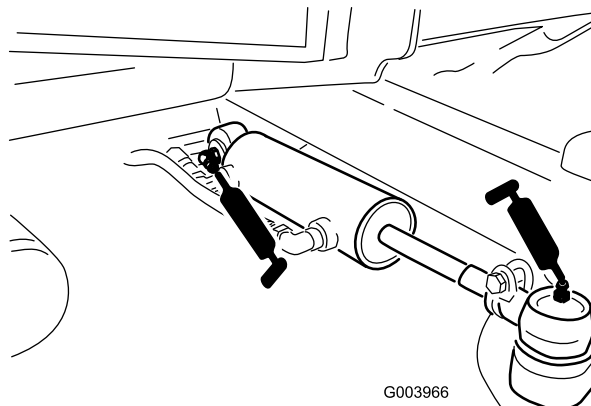

**Figura 45**
- Telaio portante e perno degli elementi di taglio (2 cad.) (Figura 45)